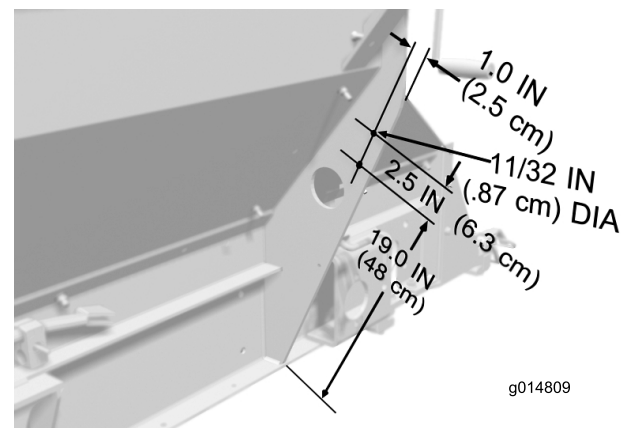

Figura 3
5. Servendovi delle misure illustrate in Figura 3, individuate il punto di foratura e praticate (2) fori con diametro di 8,7 mm nella lamiera di rinforzo sinistra della tramoggia. Ripetete questa procedura sulla lamiera di rinforzo destra della tramoggia.